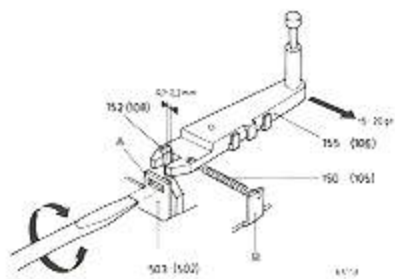

Fig. 13
D. EINSTELLUNG DER BANDSPANNUNGSREGELUNG (Fig. 13)